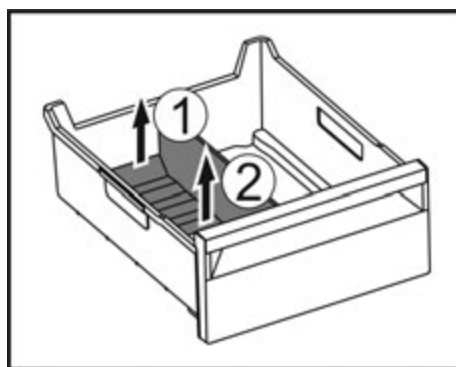

Fig. 70
- Підняти задню частину перегородки відділення для льоду. Fig. 70 (1)
- Вилучити перегородку рухом вгору. Fig. 70 (2)